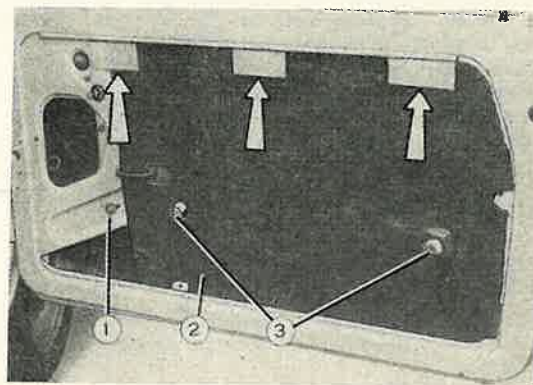

Fig. 78. — Décoller la toile d'étanchéité.
- Décoller la toile d'étanchéité sur le caisson de porte et la retirer (fig. 78).
Fig. 78 bis. — Vue-fantôme du montage du lève-glace et du câble.